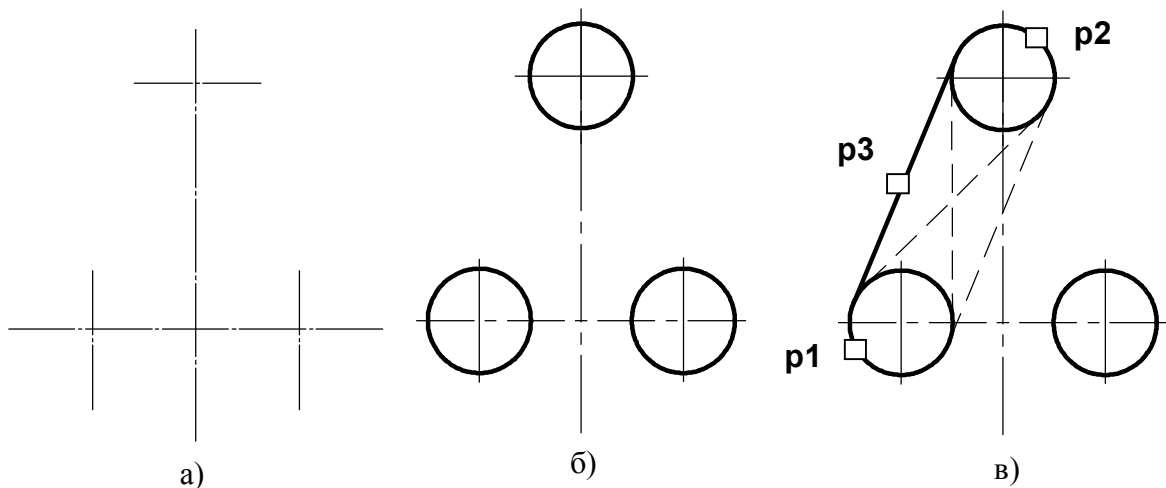

Рис. 2.1. Построение касательных к двум окружностям
Построение касательных к двум окружностям заданных радиусов представлено на рис. 2.1. Вначале рекомендуется изобразить осевые линии, задающие центры окружностей (см. рис. 2.1а). Далее необходимо изобразить сами окружности, к которым строится касательная прямая (рис. 2.1б).
2. Указать графическим курсором произвольную точку (точка **p1**) на первой окружности, к которой должна быть проведена касательная прямая (рис. 2.1в).
3. Указать графическим курсором произвольную точку (точка **p2**) на второй окружности, к которой должна быть проведена касательная прямая (рис. 2.1в).
4. Выбрать курсором нужную касательную на графической зоне и щелкнуть по кнопке  – **Создать объект** панели специального управления (точка **p3**) (рис. 2.1в).